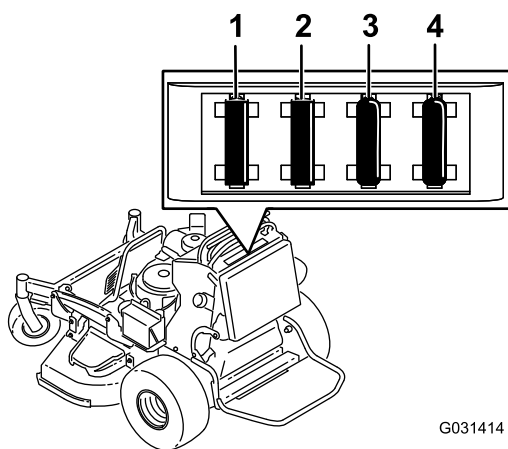

Figure 64
5. Sortez le fusible et remplacez-le (Figure 64).